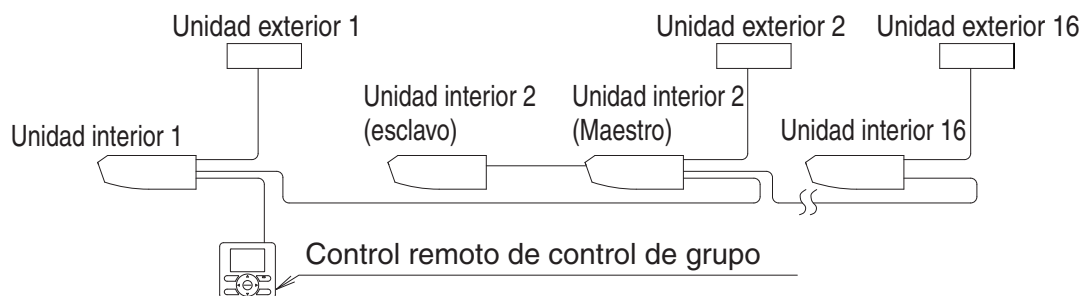

Fig. 34
- Cuando se utiliza como unidad par o como unidad principal para el funcionamiento simultáneo de varias unidades, puede realizar el control de inicio/parada (grupo) de hasta 16 unidades con el mando a distancia. **(Refiérase a la Fig. 34)**